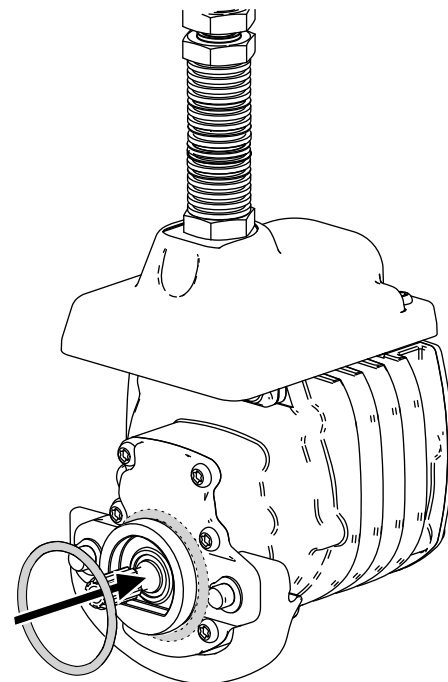

Figura 11
3. Instale um anel de retenção em cada motor do cilindro como se mostra na Figura 11.